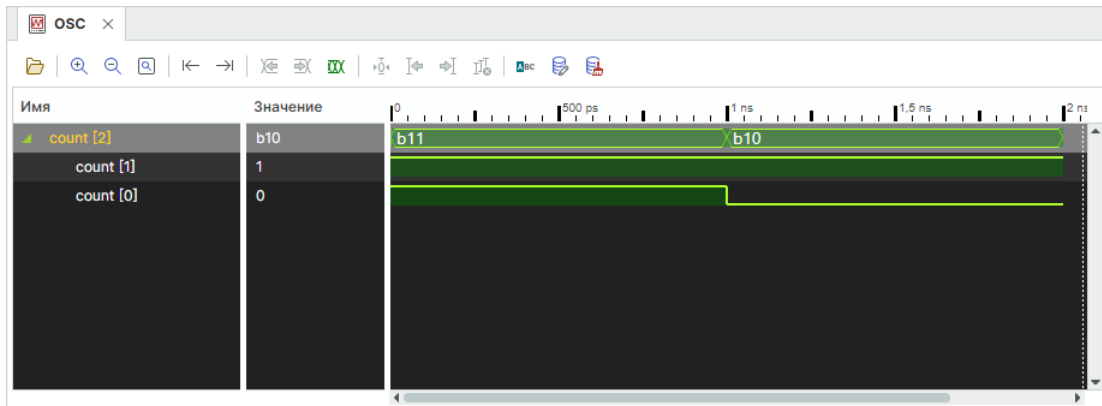

Рис. 32 Отображение процесса обработки данных
4. Отображение процесса обработки данных в окне осциллографа, см. Рис. 32.